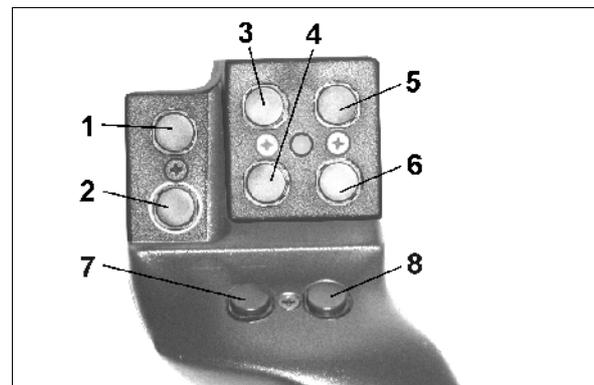
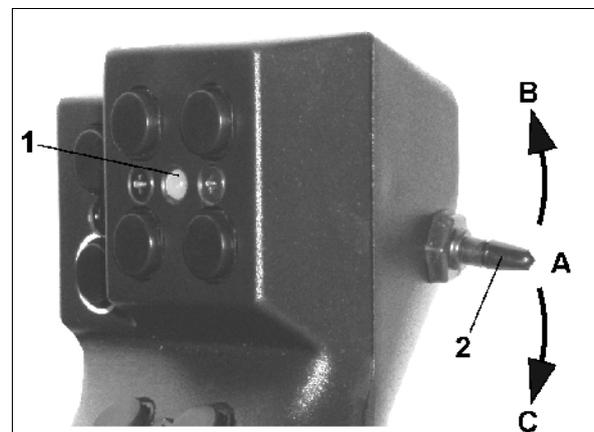

Fig. 97
Fig. 98
Zur Bedienung des **AMATRON⁺** hat der Multifunktionsgriff (Fig. 97) 8 Tasten (1 - 8) zur Verfügung. Weiterhin kann mittels Schalter (Fig. 98/2) die Belegung der Tasten 3-fach verändert werden.
-  Mittelstellung (Fig. 98/A) und kann nach
-  oben (Fig. 98/B) oder
-  unten (Fig. 98/C) betätigt werden.
Die Stellung des Schalters wird durch eine LED-Leuchte (Fig. 98/1) angezeigt.